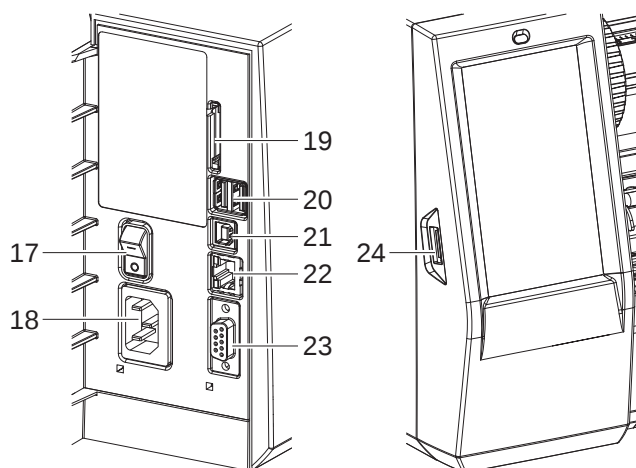

Bild 3 Anslutningar
Befintliga standardgränssnitt och anslutningar visas på Bild 3.
2. Sätt i nätkabeln i nätanslutningsuttaget (18/Bild 3).
- ▶ Sätt på skrivaren med nätbrytaren (17/Bild 3).